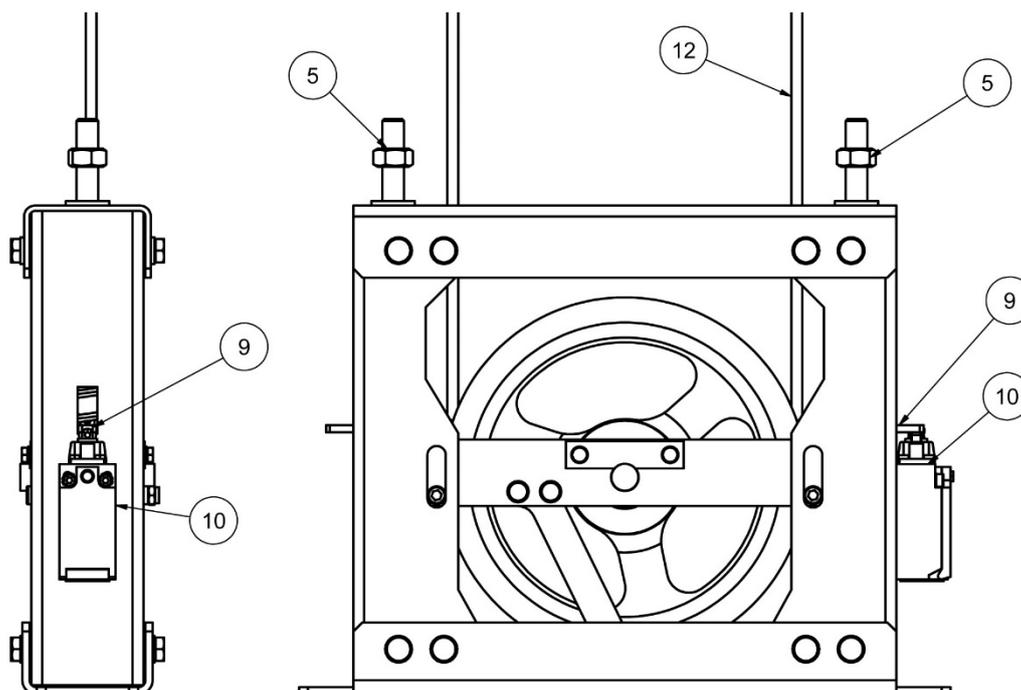

Figura 20: Cable sin tensión adecuada
Si después de desenroscar las tuercas (5) por completo, si se detecta que la pieza actuador contacto de destensamiento (9) está tocando o próxima a tocar el contacto de destensamiento (10) (ver Figura 20), se deberá liberar el cable (12) de los sujetas-cables (14), y volver a pretensar el extremo libre del cable.